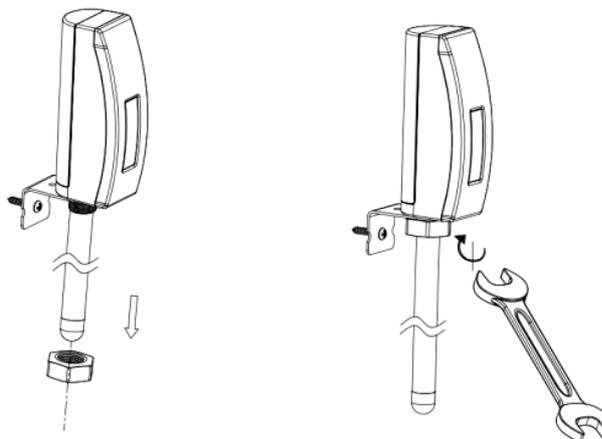

Abbildung 4
- Befestigen Sie den Sensor mit der Sechskantmutter M12 an der Halterung und ziehen Sie die Schraube wie in Abbildung 4 gezeigt an: (Drehen Sie die Mutter von Hand, bis sie fest ist, und verwenden Sie dann einen Schraubenschlüssel, um 1/3 bis 1/2 Umdrehung und nicht mehr zu drehen. Nicht zu fest anziehen.)